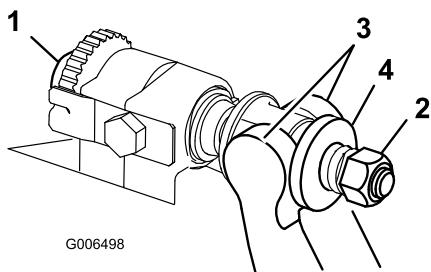

Figure 29
- Tournez les vis de réglage de la barre d'appui dans le sens anti-horaire pour éloigner la contre-lame du cylindre (Figure 29).
- Faites sortir l'écrou de tension du ressort jusqu'à ce que la rondelle ne soit plus tendue contre la barre d'appui (Figure 29).